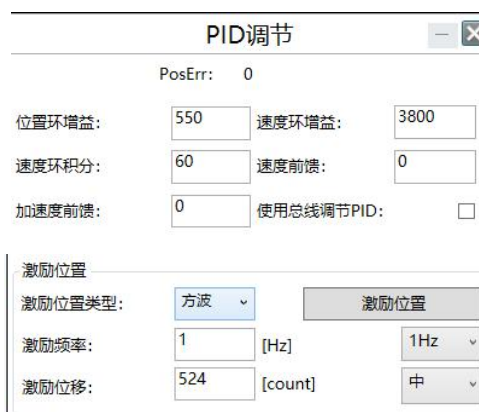

图 15-8 PID 设置界面激励位置
2. 在 PID 设置界面（如图 15-8）中将激励频率设置为 1 Hz ，激励位置通常设置为 52428/减速比，并在原 PID 参数基础上进行调整。点击“激励位置”按钮后，电机将跟随激励位置运行，同时示波器开始采集数据。